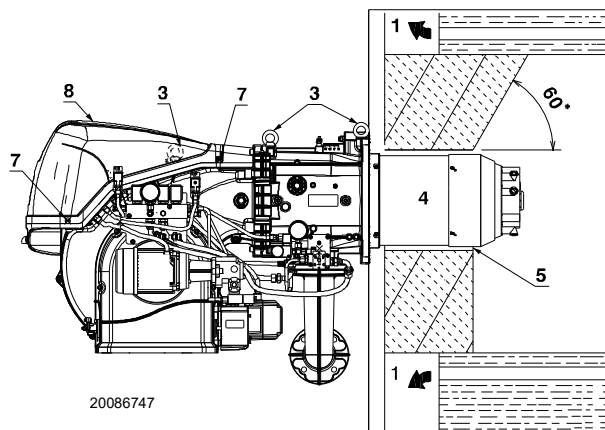

Fig. 15
Pour les chaudières avec circulation des fumées sur l'avant 1)(Fig. 15), ou avec chambre à inversion de flamme, réaliser une protection en matériau réfractaire 5), entre le réfractaire de la chaudière 2) et l'embout 4).
Pour les chaudières avec la partie avant refroidie avec de l'eau, le revêtement réfractaire 2)-5)(Fig. 15), n'est pas nécessaire, sauf demande expresse du fabricant de la chaudière.
Prédisposer un système de levage adapté du brûleur en s'accrochant aux anneaux 3)(Fig. 15), après avoir enlevé les vis 7) de fixation du capot 8).
- Introduire la protection thermique fournie sur l'embout 4)(Fig. 15).